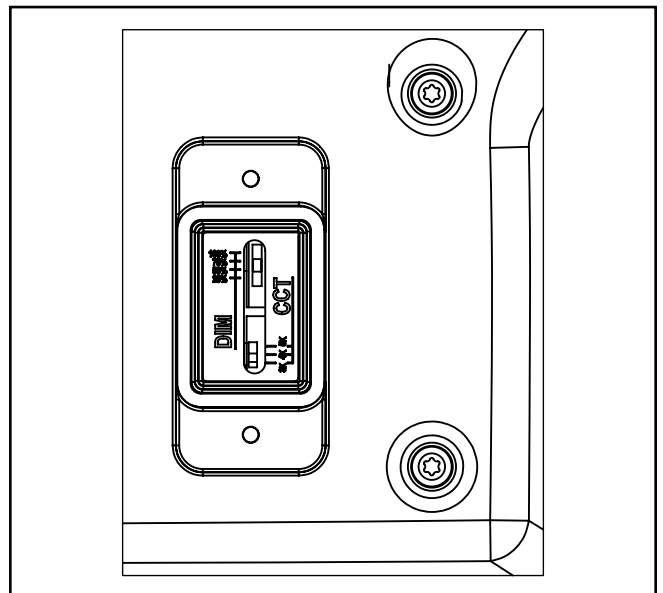

Figura 4
Ajuste del color y la potencia (Figura 4)
2. Deslice la palanca del interruptor para seleccionar la temperatura de color deseada (3000K, 4000K o 5000K). (Figura 4)
3. Deslice la palanca del interruptor para seleccionar el nivel de lúmenes deseado (100/75/50/25 %). (Figura 4)